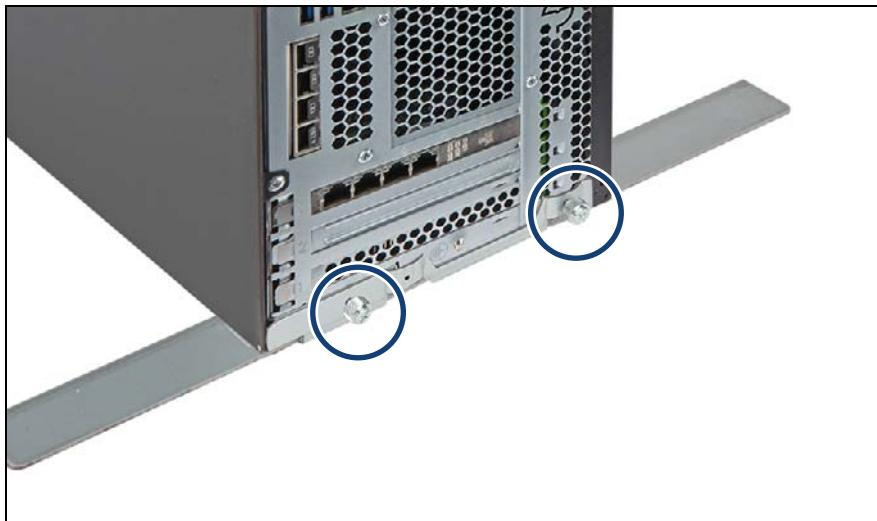

図 60: フットスタンドの取り付け (B)
- ▶ フットスタンドの 2 本のつまみネジを緩めます (図 60 を参照)。